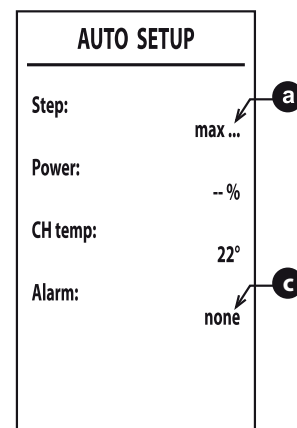

fig. 63 -
6. Dopo l'accensione, il bruciatore si posiziona alle varie potenze (max, med, min) indicate dal punto **a** ("fig. 63 -").
8. Qualora la sequenza di accensione descritta al punto "6" non sia andata a buon fine, compare la scritta max_err al punto **a** e un codice di errore al punto **c** ("fig. 63 -").